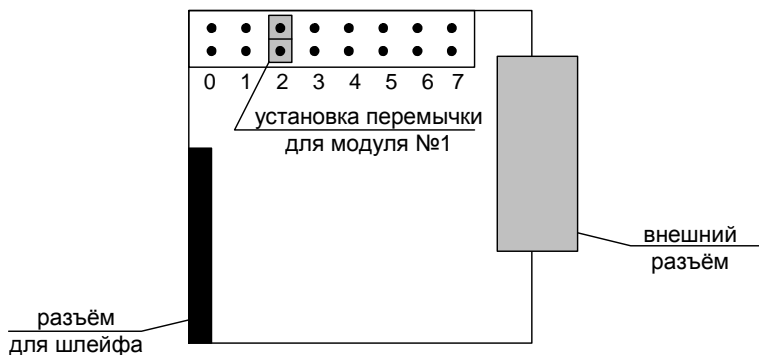

Рис. 4.1 Установка адресной перемычки для модуля ввода/вывода №1.
- вынуть неисправный модуль и провести ремонт вышедшего канала, либо заменить модуль на исправный, при этом необходимо правильно установить перемычку внутреннего адреса модуля (см. рис.4.1)